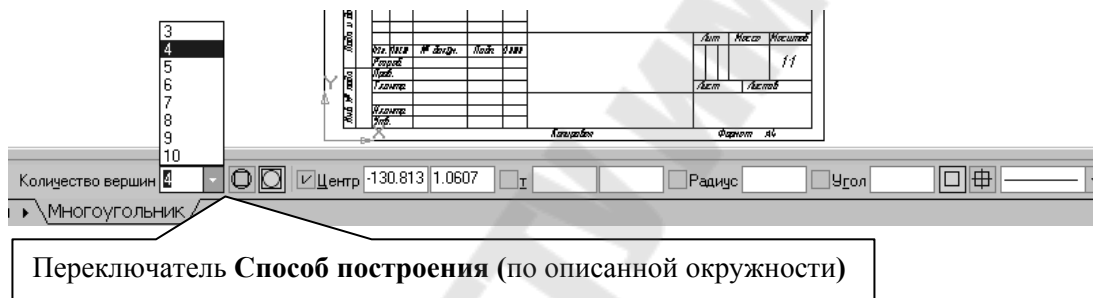

Рис. 39
Кнопка  **Многоугольник** позволяет построить правильный многоугольник. Количество вершин можно задать с клавиатуры или выбрать из списка на Панели свойств (рис. 39).
Точку центра базовой окружности можно указать курсором или ввести ее координаты с клавиатуры в окна **Центр** на панели свойств (рис. 39), затем задается величина радиуса описанной окружности.
3. Построить правильный квадрат с описанной окружностью радиусом 50 мм (рис. 48), используя кнопку **Многоугольник** (рис. 39).